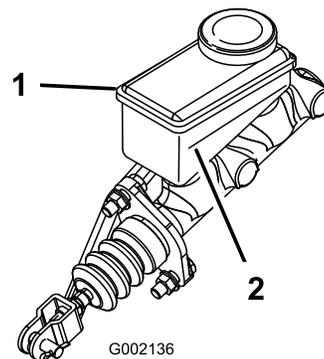

图 66
5. 观察油箱侧面的油位线图 66。
- B. 向油箱添加 DOT 3 刹车油直至液位到达最低标志线上方图 66。